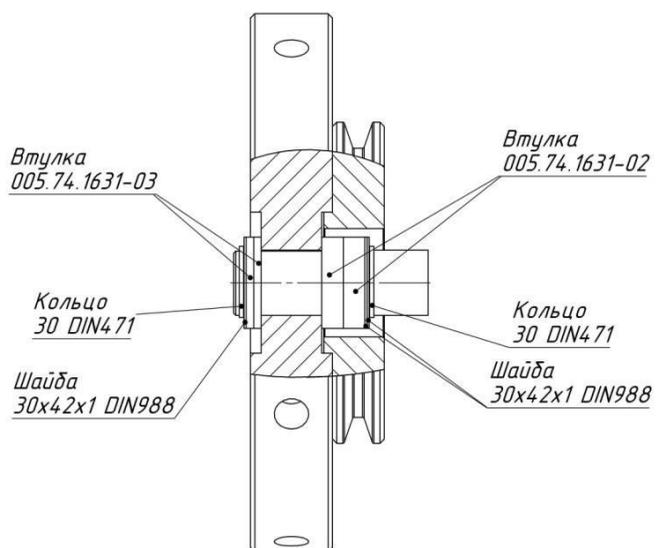
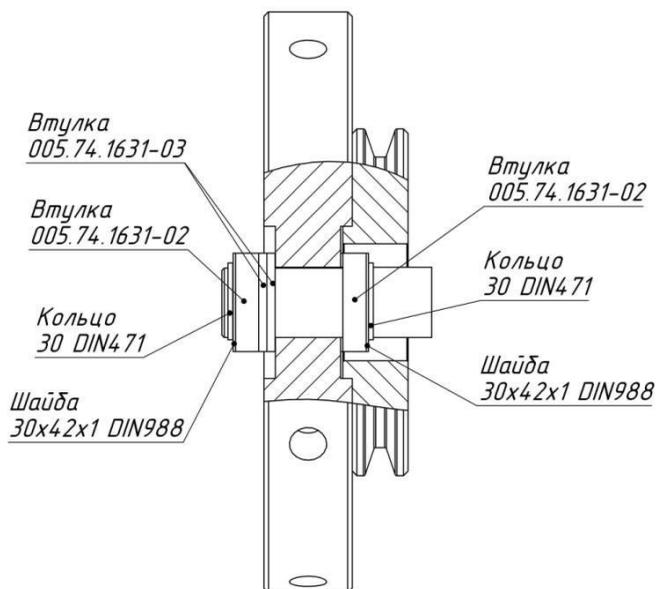
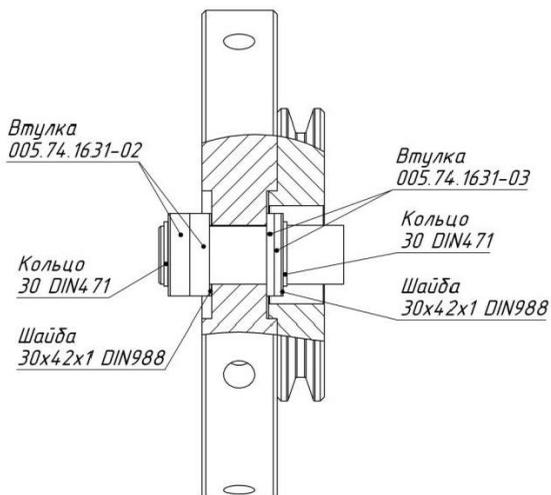
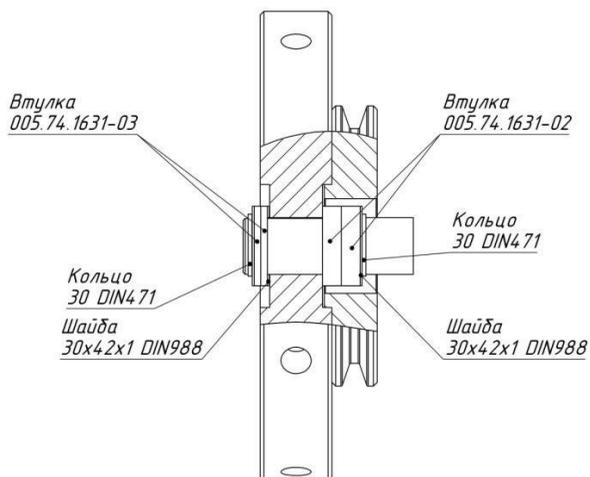

РИС.3
РИС.4.
Рис. 8.
Рис. 9.
- 7) В зависимости от модели мотоблока установите шкив дровокола согласно рис.3, рис.4, рис.8, рис.9, подобрав ремень из комплектации.